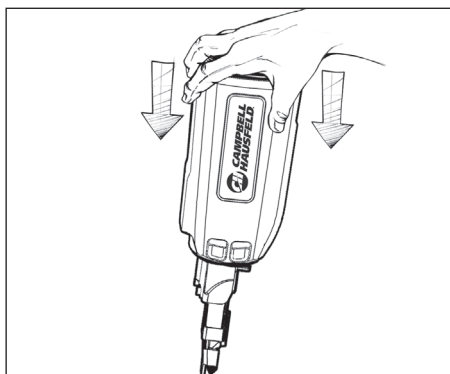

Figure 14
5. Maintenir l'assemblage du moteur en position verticale. Pousser l'assemblage du moteur vers le bas contre une surface solide et relâcher plusieurs fois pour permettre à l'huile se trouvant dans la chambre de combustion d'être distribuée uniformément (voir la figure 14).